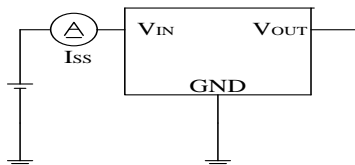

图2
- 3 I_{SS}:V_{IN}=30V 无负载时, 图 2 中电流表的电流值